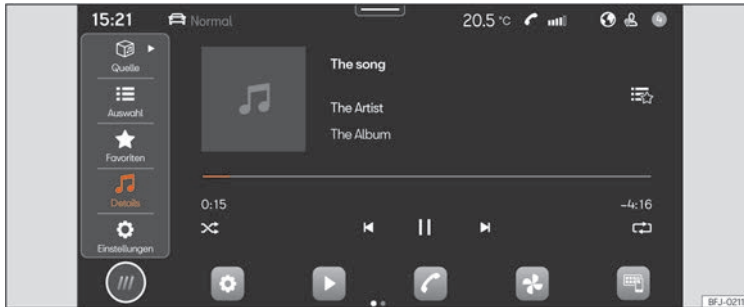

Abb. 151 Schematische Darstellung: Ansicht Medien
- Drücken Sie **HOME > ► >>> Abb. 151**.